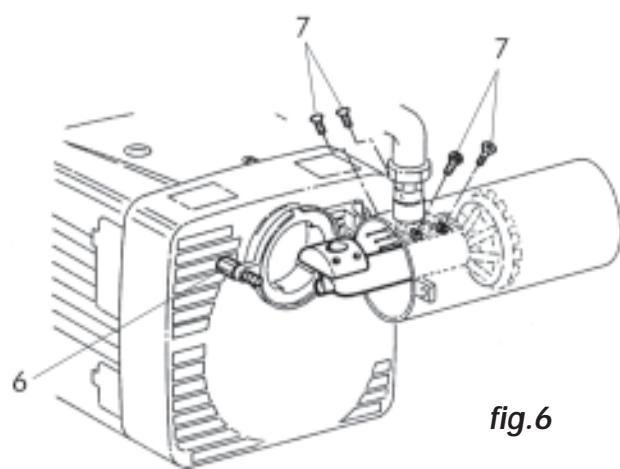

fig.6
- Pentru accesul la teava de alimentare si la electrozi scoateti surubul balamalei 6 si suruburile 7 (fig.6 - EM 26/2-E).